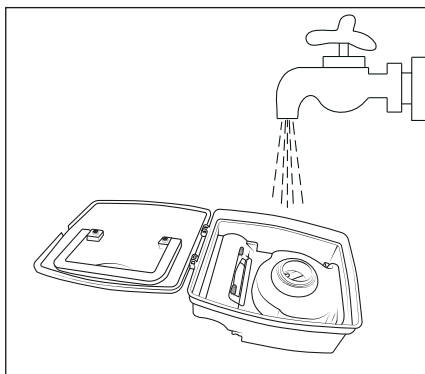

Fig. 10
- 5) Curățați recipientul de praf 12 cu apă rece sau caldă (a se vedea fig. 10). Lăsați recipientul de praf 12 să se usuce complet prin aerisire înainte de a-l reintroduce în aparat.